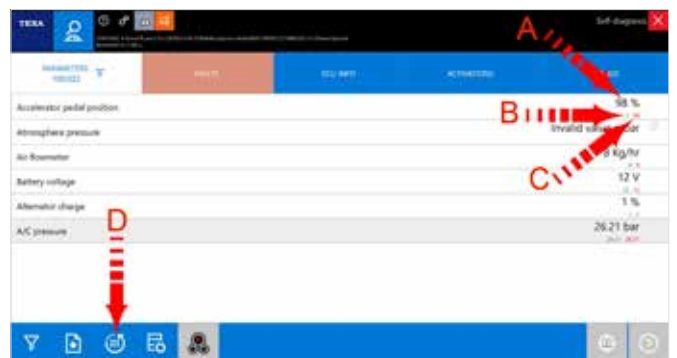

Figura 57
In Figura 57 è possibile vedere che il valore del pedale acceleratore è attualmente al 98% (A), ma nella sessione di autodiagnosi la turbina ha registrato anche valore minimo di 3% ed uno massimo di 98% (B e C).